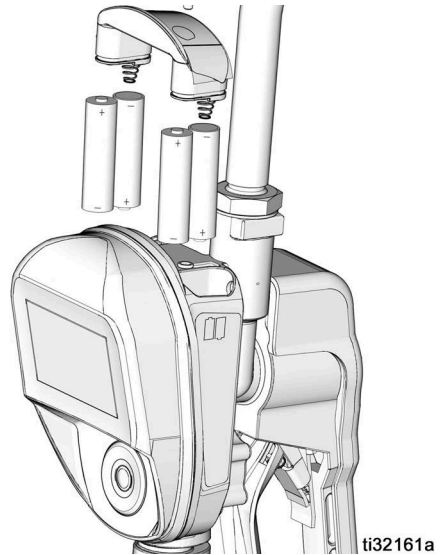

ABB. 48
- Beim Einsetzen der Batterien in das Batteriefach auf die richtige Polarität, wie auf den Montageaufklebern auf beiden Seiten des Dosierventils angegeben, achten (ABB. 48).
4. 4 neue Batterien einsetzen. Die Ausrichtung der Batterien finden Sie auf den Etiketten auf jeder Seite des Gehäuses und in ABB. 48.